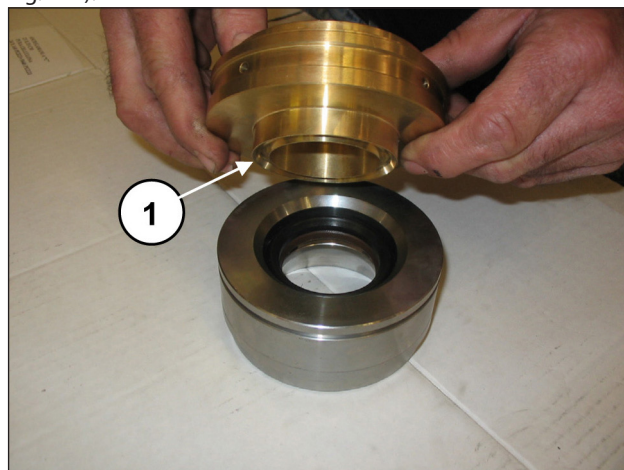
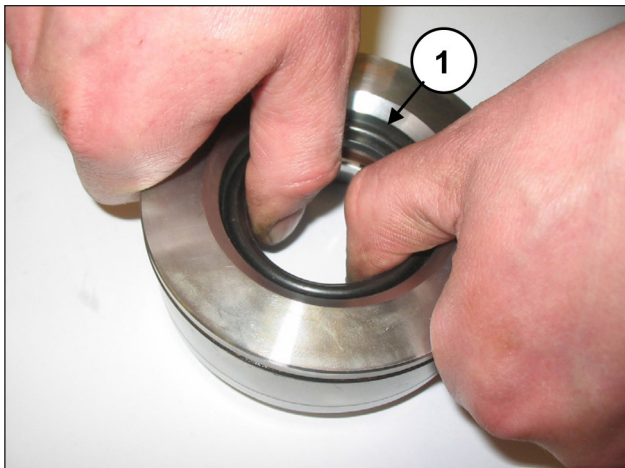

Fig. 121
Fig. 122
Separare il supporto guarnizioni dalla camicia (pos. ①, Fig. 121) per accedere alle guarnizioni di pressione (pos. ①, Fig. 122).